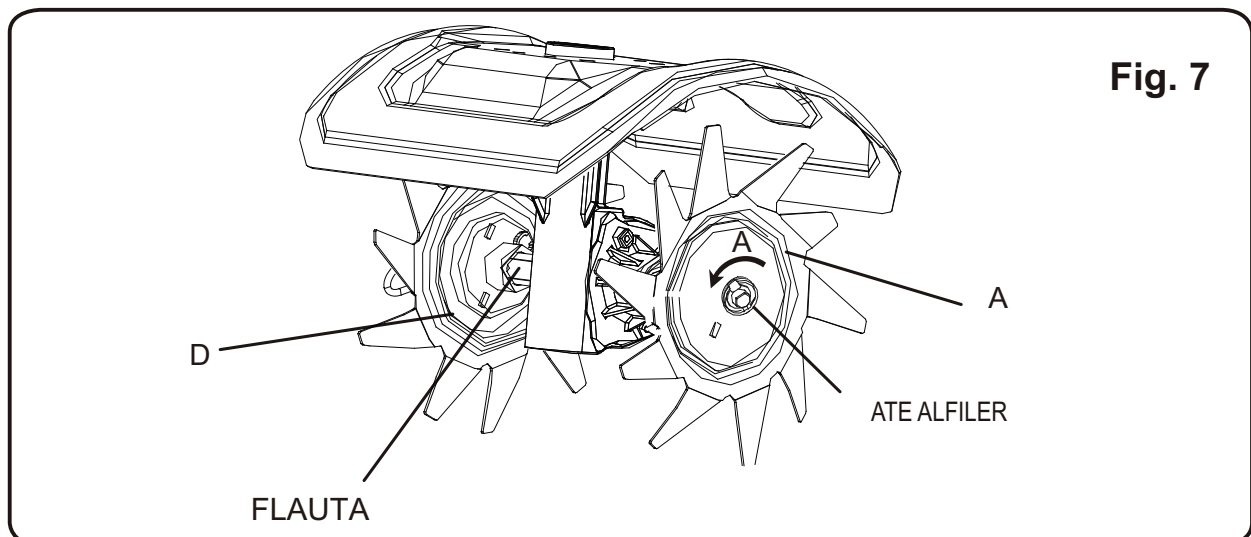

Fig. 7
Coloque diente (A) en el túnel, y diente de lugar (D) en el otro túnel de lado. Inserte el ata alfiler en los hoyos para asegurar los dientes al túnel del diente. (Fig. 7)